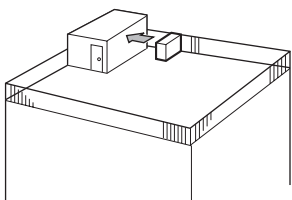

Fig. 2-3
- ① Coloque la salida de aire de frente a la pared más próxima a una distancia de unos 50 cm, 19-11/16 inch de ella. (Fig. 2-3)